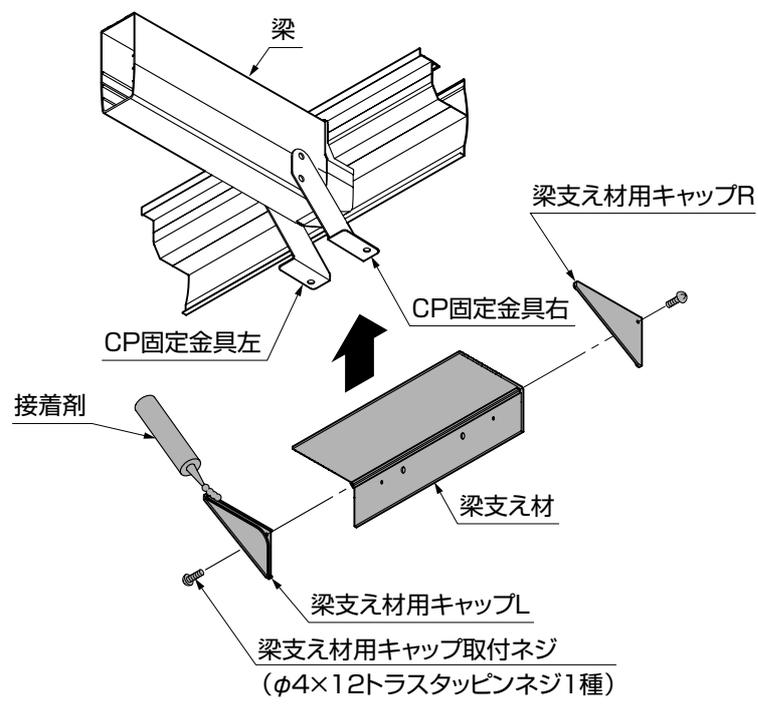

図4-3
③梁支え材に梁支え材用キャップL、梁支え材用キャップRを接着剤と梁支え材用キャップ取付ネジで取付けてください。(図4-3参照)